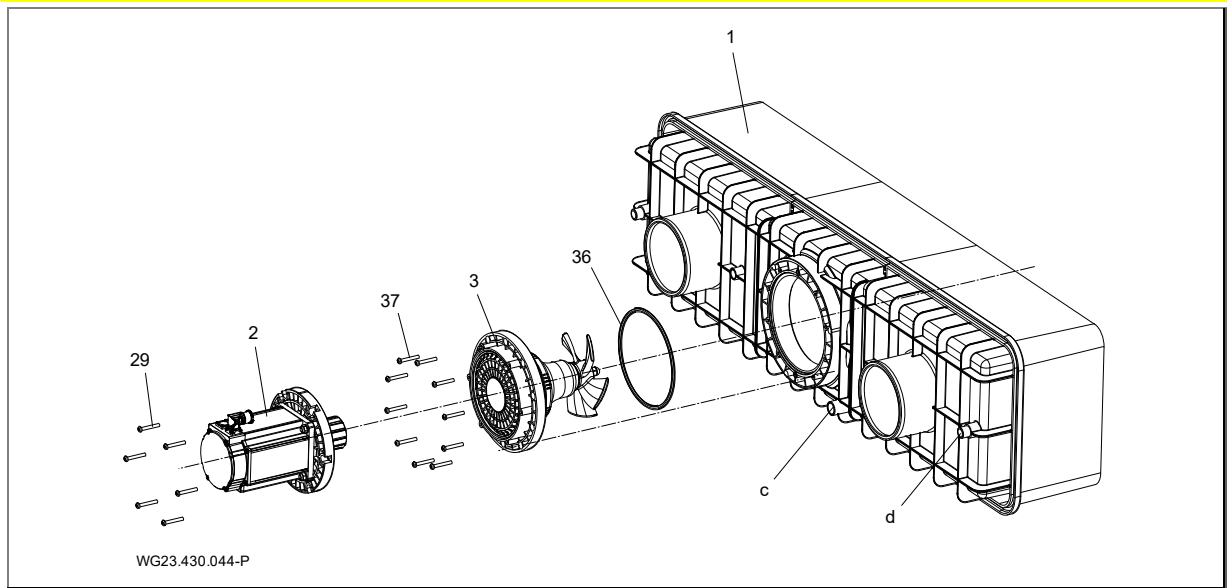

Bild 16
1. Avfetta anslutningsmuffarna (d, Se "Bild 16" på sida 22) på plasthöljet (1) och anslutningsbussningen från kabelskyddsslangen (12) med PVC-U/ABS-rengöringsmedel.